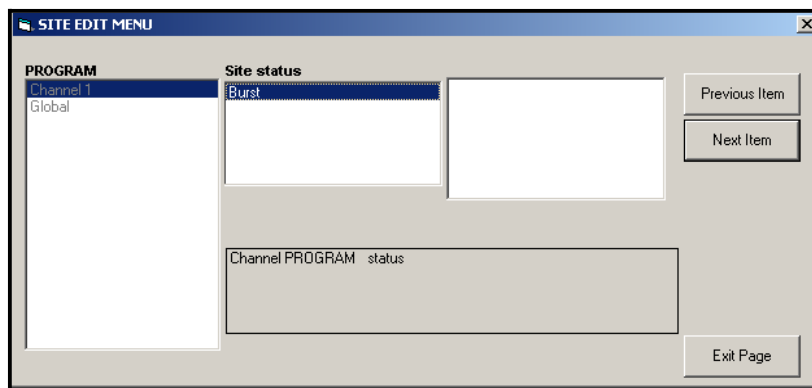

Figura 44: Opzione Stato nel menù Canale.
2. Evidenziare e fare doppio clic sull'opzione Stato nel riquadro centrale. La finestra appare ora come nella Figura 44.